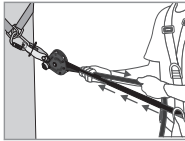
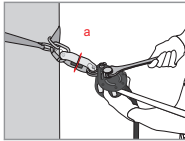

Fig 3
Fig 4
Zodra de veiligheidslijn is geïnstalleerd, moet de spanning vooraf worden gecontroleerd door handmatig aan het touw te trekken (aan de kant van de eindhooft — fig. 3). De kam (8) en de klemhendel (4) moeten automatisch in contact komen met het touw. Haal de klemhendel (4) naar beneden en pas door middel van een aangepaste sleutel net zolang spanning toe op de as voor de spanningsinstelling (1) tot de spanningsindicator (a) op de spanningsindicator (2) vrij ronddraait (fig. 4). Zodra de spanningsindicator vrij ronddraait DEZE NIET VERDER AANDRAAIEN! Dit komt overeen met een voorspanning op de lijn van ongeveer 1 kN. Controleer tijdens het gebruik deze spanning regelmatig (rotatie van de spanningsindicator) en stel deze indien nodig af zoals hierboven beschreven.